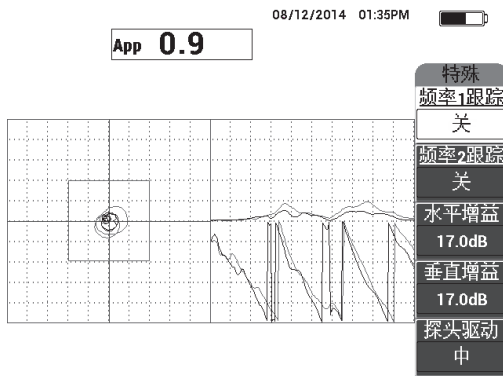

图 6-58 背景参考信号
3. 仍然将探头放置在标准试块没有缺陷的区域上，然后按住**参考保存**键（），保存背景参考信号（参见第 162 页的图 6-58）。